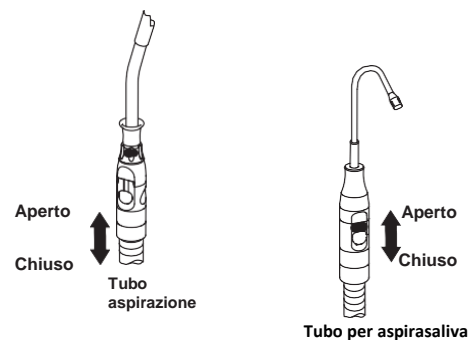

Fig.3-21 Tubo aspirazione e aspira saliva
(4) Tavoletta assistente (Fig.3-21)